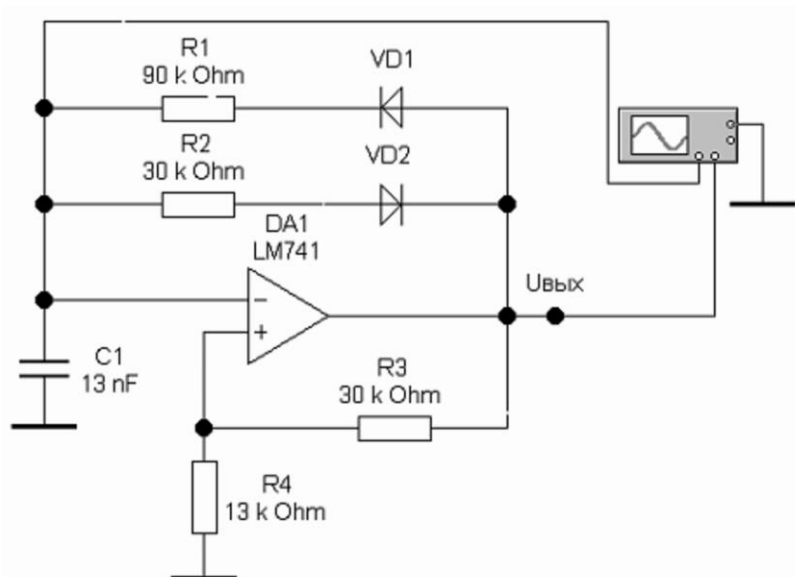

Рис. 7 – Схема для исследования мультивибратора на ОУ
9. Собрать схему мультивибратора на ОУ, изображенную на рис. 7.